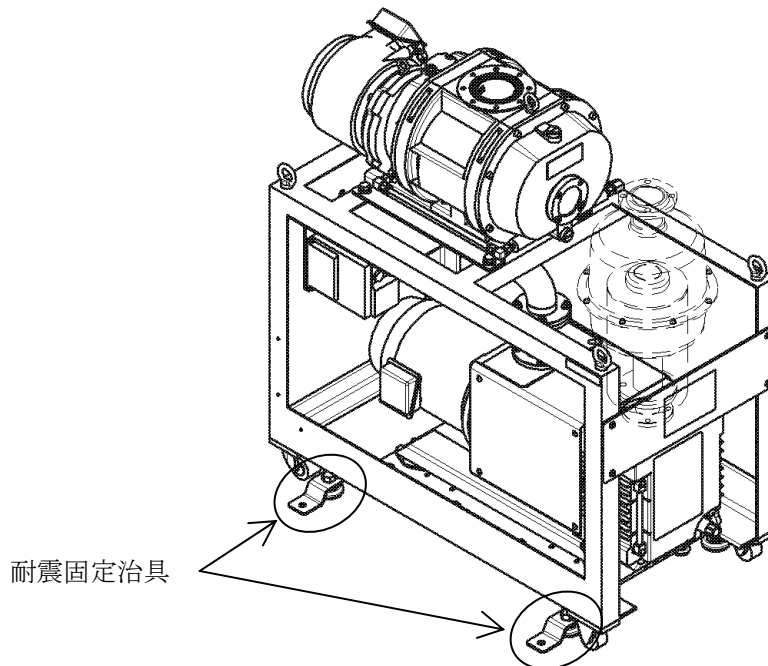

図1 耐震固定治具による固定
地震による転倒防止に備え、付属されている耐震固定治具4点で固定してください(図1参照)。固定にはM12のボルト(ナット)をご準備ください。
- ①地震による転倒防止に備え、ポンプは下記の図 1のように、耐震固定治具4点で確実に固定してください。固定には M12 のボルト(ナット)をご準備ください。固定が不十分だと転倒したり、移動したりして、周辺機器を破損させる可能性があります。
- ②真空配管、冷却水配管、電線については、既定の揺れに対して、配管が破れたり、外れたりしない様、揺れを吸収できる構造にしてください。